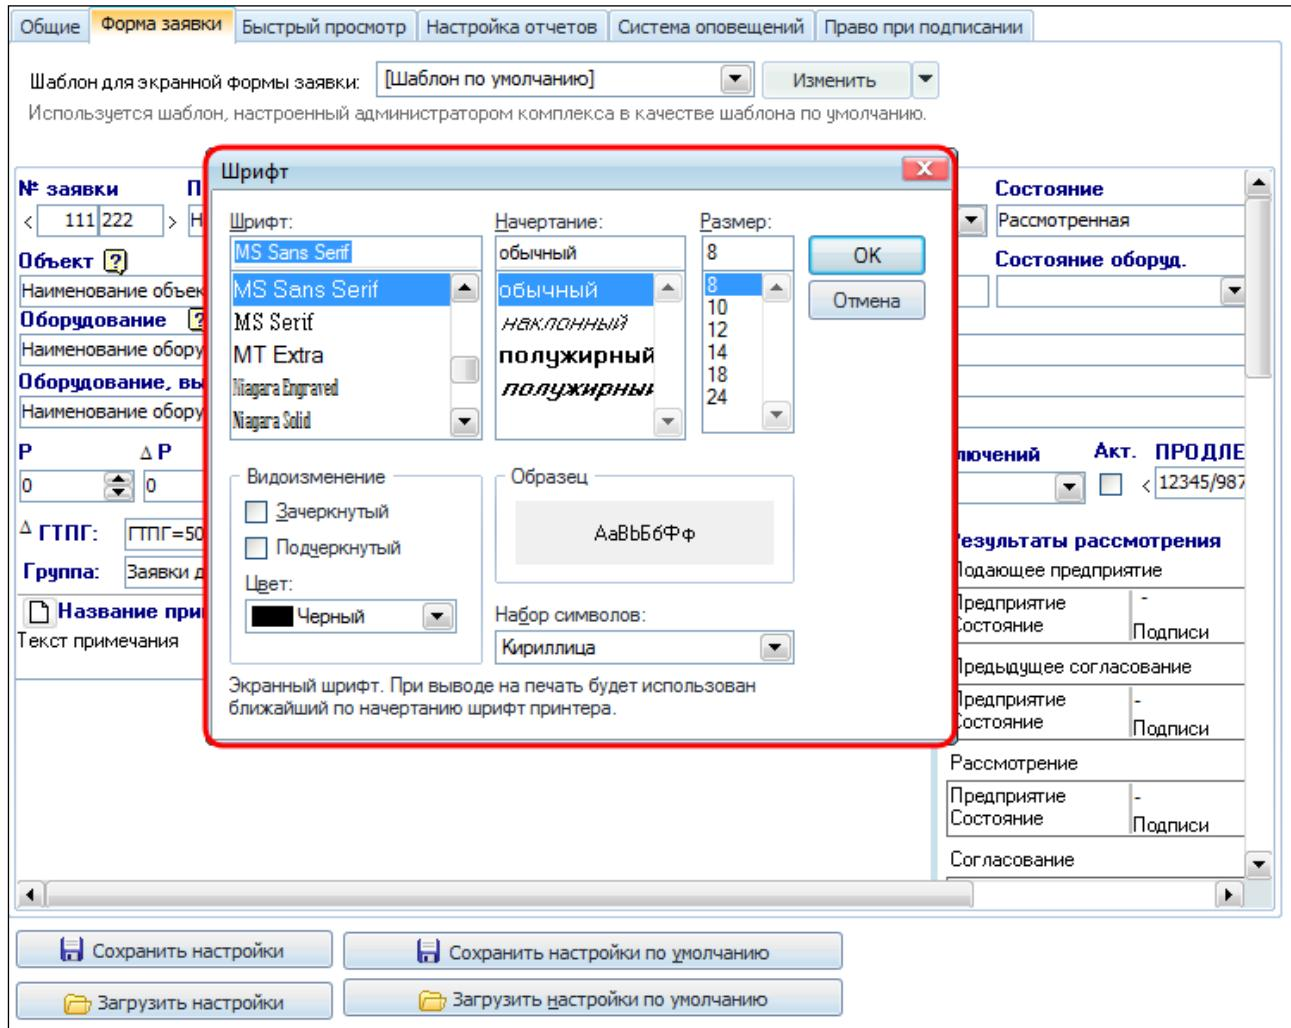

Рисунок 16.19 – Настройка ФОЗ
Настройка формы заявки осуществляется на вкладке «Форма заявки» (Рисунок 16.19).
- «Настройка шрифта». В выбранном шаблоне также можно изменять размер и начертания шрифтов для каждого поля ФОЗ (Рисунок 16.19). Для этого необходимо щелкнуть левой кнопкой мыши в поле и с помощью стандартной формы «Шрифт» произвести настройки.